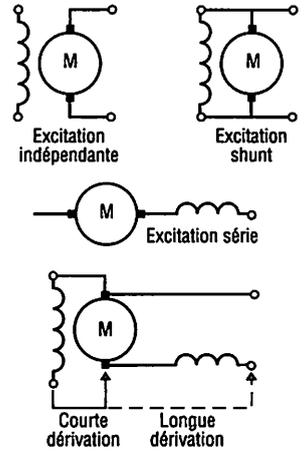

Fig. 7 : Différents modes d'excitation des machines à courant continu.
3.1. Différents types de moteurs (fig. 7)